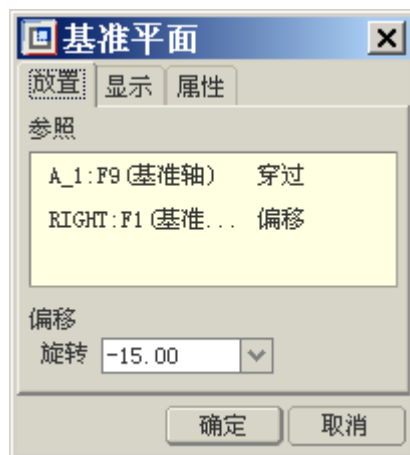

图 42-14
(1) 单击 ，打开【基准平面】对话框。
(2) 按下 CTRL 键，依次选择基准轴 A_1 和基准平面 RIGHT，如图 42-14 所示，设置相应选项与参数。